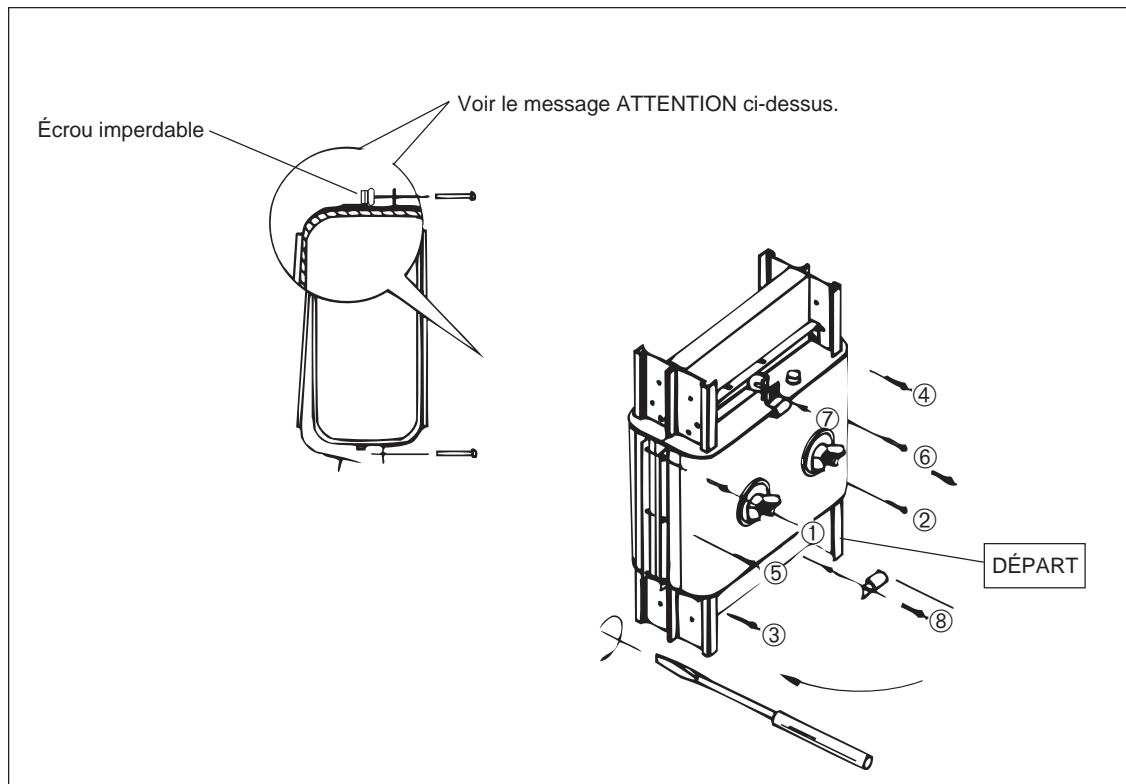

Figure 28
10. Insérer les vis dans les écrous et les serrer (figure 28).
Serrez les vis en suivant l'ordre indiqué à la figure 28.